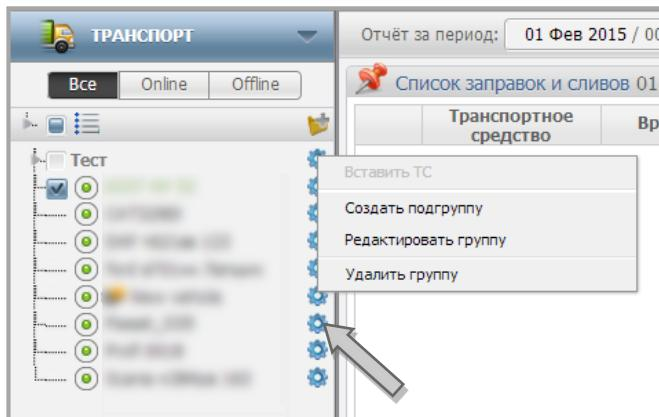
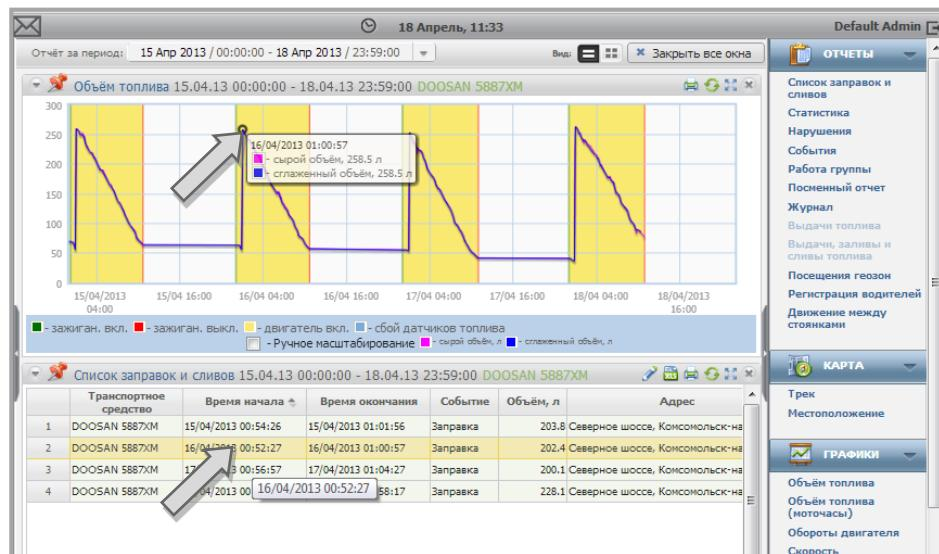

Рисунок 17
Рисунок 19
Для переименования группы или подгруппы объектов нажмите иконку  рядом с названием группы или подгруппы объектов, которую необходимо переименовать. Откроется меню группы, в котором выберите «Редактировать группу» (Рисунок 17). Измените название группы или подгруппы (Рисунок 19).
- «Объем топлива», «Объем топлива (моточас)», «Скорость», «Журнал», «Обороты двигателя». Например, «Объем топлива» и «Скорость» (Рисунок 19) и т.д.